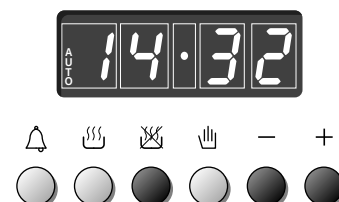

Fig. 4.8
2. Establecer la hora de fin de cocción presionando el pulsador (🕒) y luego el pulsador (+) para avanzar, o (-) para retrocedersi se pasó el tiempo deseado Fig. 4.8).